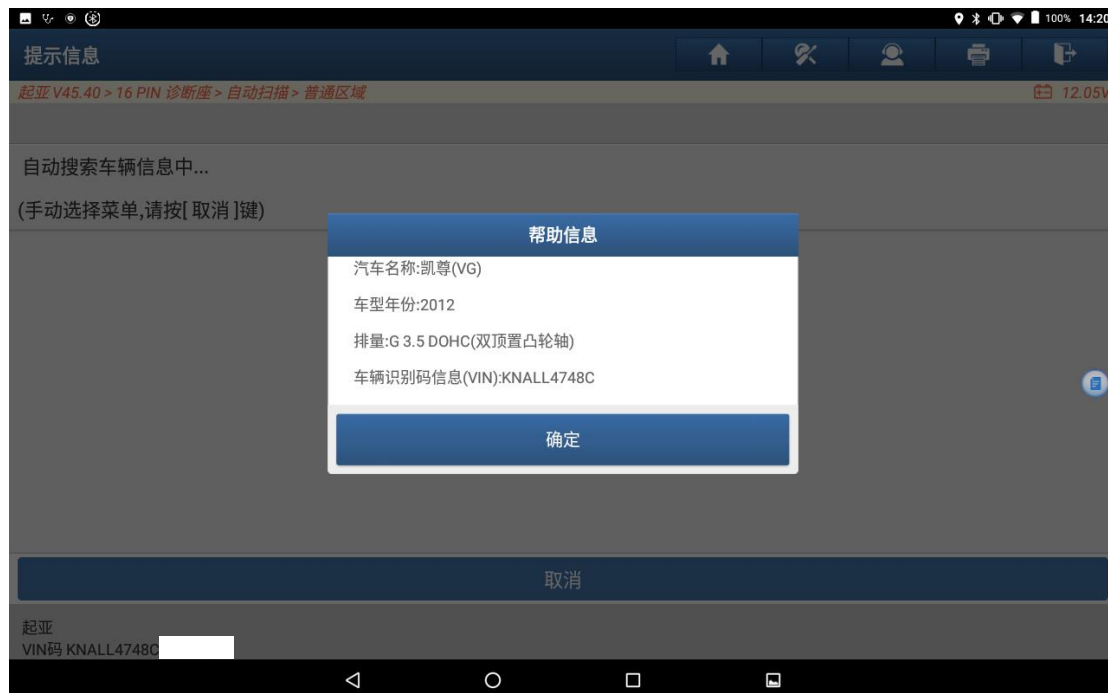

图 2
2. 选择【16Pin 诊断座】-【自动搜索】菜单，提示车辆信息，如图 2；